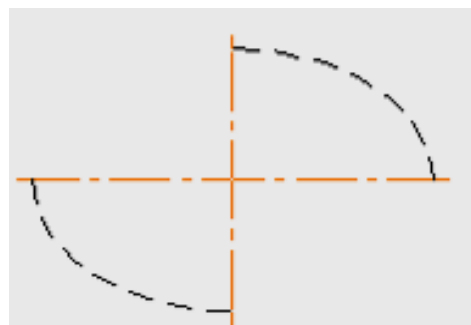

Рис.6. Усеченный эллипс
- усеките линии одного из эллипсов до следующего вида (рис. 6).